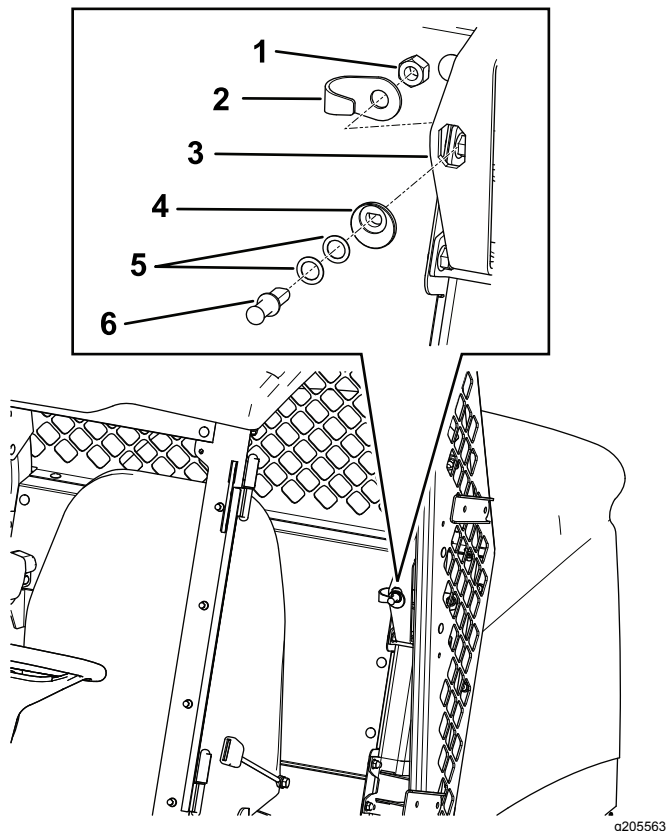

Bild 9
2. Fluchten Sie die Arretierbolzennocke an der in Bild 9 abgebildeten Stelle mit der Öffnung in der Gegenplatte aus.
3. Stecken Sie den Arretierbolzen (zuerst ohne die Scheiben) in die Arretierbolzennocke (Bild 9).
4. Fluchten Sie den Arretierbolzen und die Klemmmutter an der Rückseite der Öffnung der Gegenplatte aus (Bild 9).
5. Ziehen Sie die Klemmmutter auf dem Arretierbolzen handfest an (Bild 9).